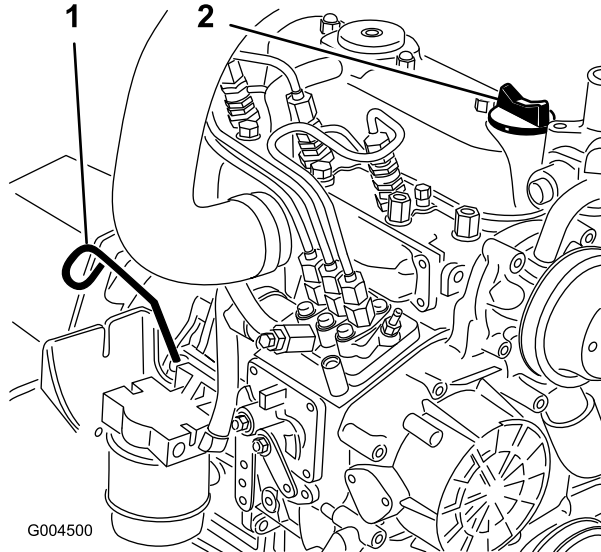

Figure 44
2. Retirez la jauge (Figure 44), essuyez-la sur un chiffon et remettez-la dans le goulot de remplissage. Sortez de nouveau la jauge et vérifiez le niveau d'huile.
3. Si le niveau n'atteint pas le repère du plein, enlevez le bouchon de remplissage (Figure 44) et faites l'appoint jusqu'à ce que le niveau correct soit atteint.